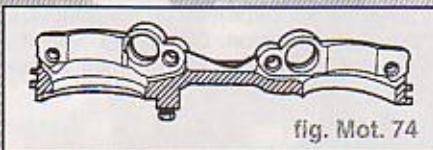

fig. Mot. 74
- Reposer les autres chapeaux de palier et les serrer également à **10 N.m**. (Faire attention aux douilles d'ajustage) (fig. Mot. 74).